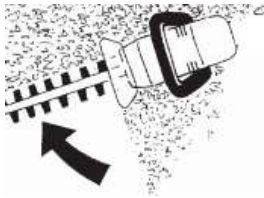

Рисунок 4
4.5 Ріжте бокові частини кущів круговими рухами знизу вгору, дивіться рисунок 4.